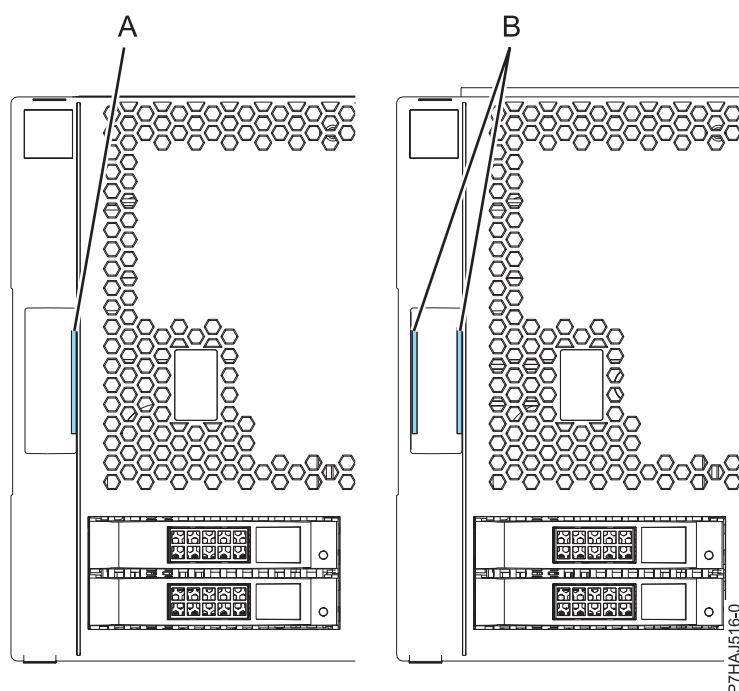

Figura 95. Identificación de las cubiertas más antiguas y más recientes
Nota: Las cubiertas más antiguas entregadas antes del 1 de marzo de 2011 se pueden identificar por una sola banda azul (A) en los pestillos de la cubierta. Las cubiertas más recientes entregadas a partir del 1 de marzo de 2011 tienen dos bandas azules (B) en los pestillos de la cubierta. Consulte Figura 95.